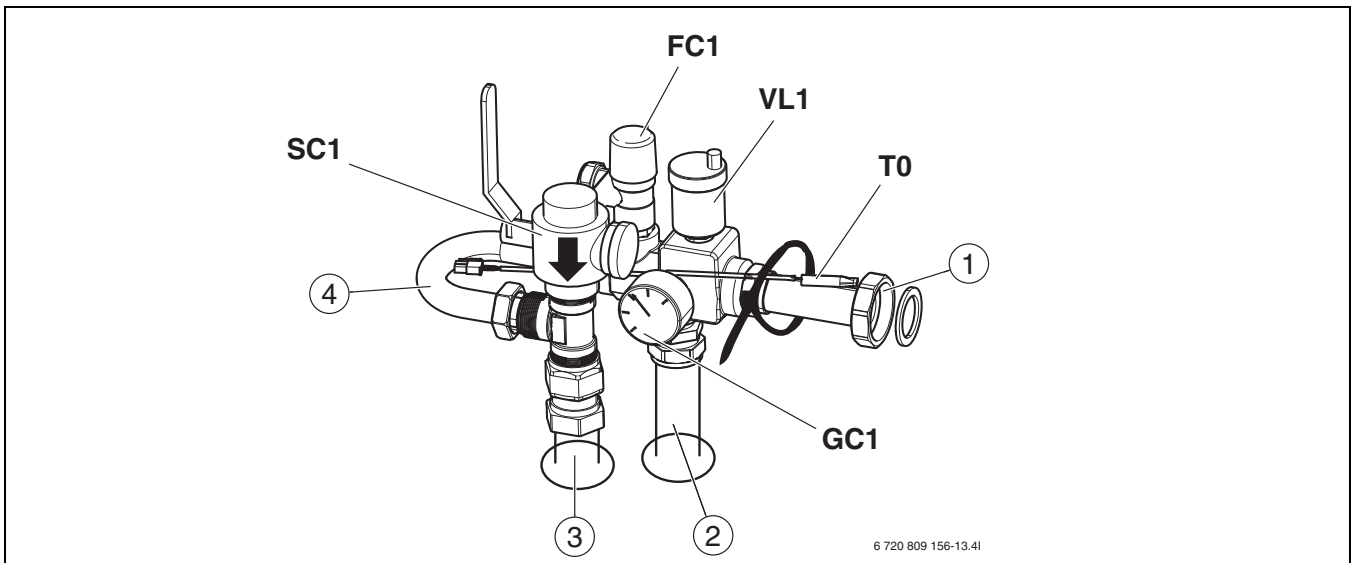

Fig. 11 Montert sikkerhetsgruppe
- ▶ Monter først partikkelfilter ([SC1], fig. 11) på T-stykke.
- ▶ Monter de øvrige komponentene, men ikke trekk skruforbindingen på bypass helt fast ([4], fig. 11).
- ▶ Sett turtemperaturføleren inn i termometerlommen på røret ([T0], fig. 11) og fest den med kabelstrips.
- ▶ Trekk til skruforbindingene på bypass ([4], fig. 11).